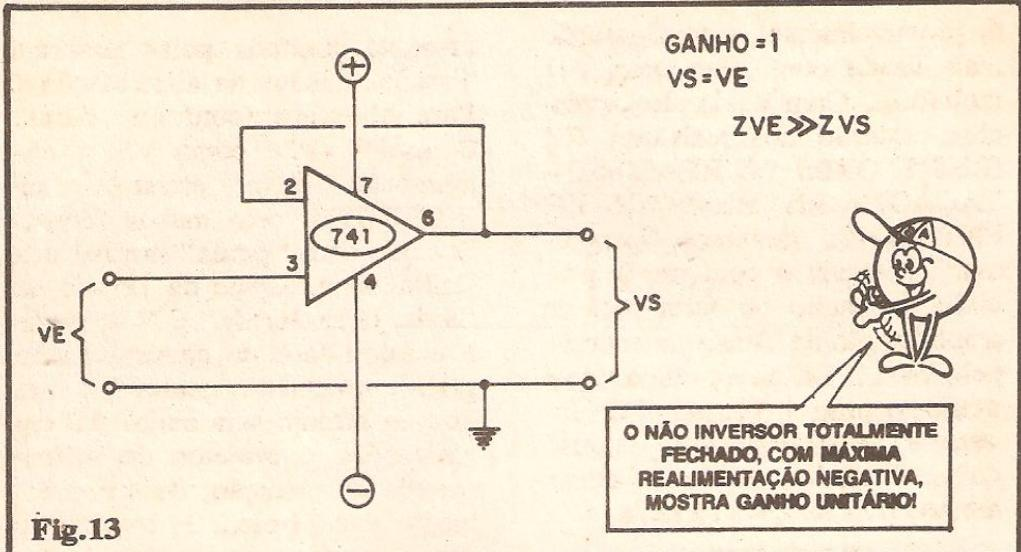

Fig.13
**- FIG. 13 - AMPLIFICADOR NÃO INVERSOR "TOTALMENTE FECHADO"** - Observando o arranjo mostrado no diagrama, o Leitor/"Aluno" verá algo que parece conflitar com o que foi dito aí atrás, sobre "realimentar uma parte do sinal"... É verdade: nessa configuração, a realimentação negativa (feita, portanto, à Entrada Inversora do 741) é total! Não há nenhum divisor de Tensão ou dimensionador resisti-